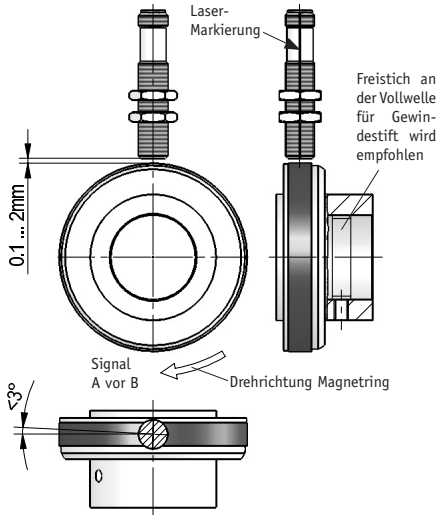

Abb.7: Definition der Zählrichtung mit Magnetring und Montage Sensor / Magnetring, Abstandsmaße, Toleranzen
- Ein Wellenfreistich entsprechend Abb. 7 wird empfohlen.